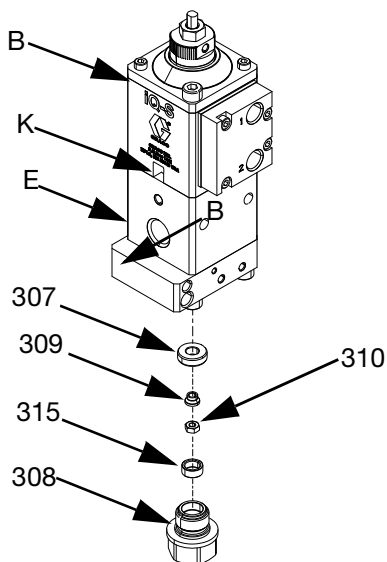

FIG. 10
3. Om ventilen har munstycke för droppfri tillbakadragning (iQ-S) måste munstycket (309) tas bort innan luftsektionen (B) kan kopplas bort från vätskesektionen (E). Se FIG. 10.